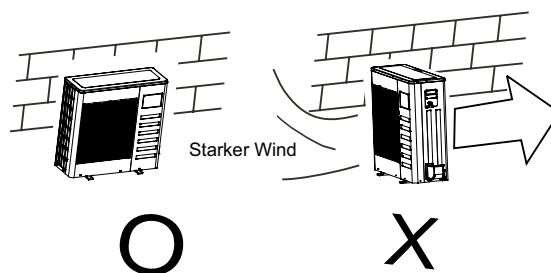

Abb. 4-1
- Falls die Installation an einer stark windigen Stelle gewählt wird (z.B. seeseitig), ist sicherzustellen, dass der Ventilator ordnungsgemäß funktionieren kann. Dazu kann das Gerät längs zur Wand installiert oder Schutz- oder Abschirmplatten verwendet werden. (s. Abb. 4-1)